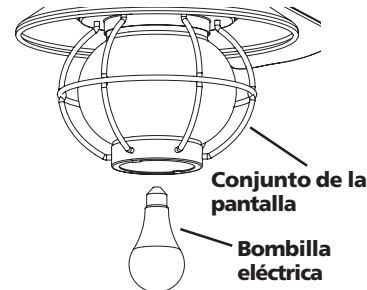

Figura 9b - Instalación de la bombilla
2. Instale una bombilla de 100 Watts. Vea la Figura 9b.